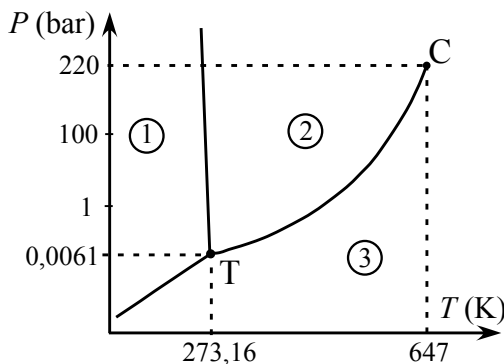

Figure 1 : diagramme de phases de l'eau
On considère le diagramme de phases de l'eau pure en coordonnées (P, T) (figure 1).
1. Identifier les trois domaines numérotés de 1 à 3 ainsi que les courbes séparant ces domaines sur le diagramme de la figure 1 ; préciser le nom des points T et C ainsi que leur signification. Représenter également sur le diagramme deux transformations différentes permettant le changement de phase liquide-vapeur en ne faisant varier qu'un seul paramètre intensif à la fois.